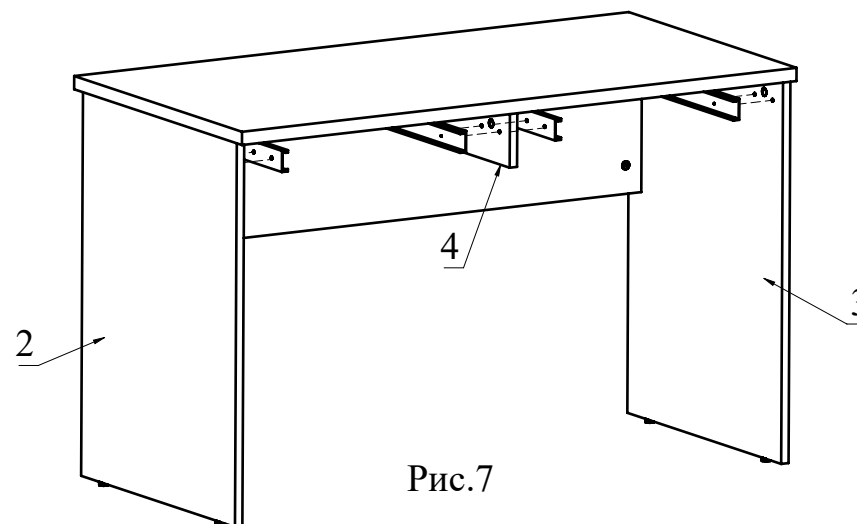

Рис.7
7. Отсоедините от основания телескопических направляющих внутренние планки, отогнув пластиковый рычажок фиксатора (Рис. 6). Основания телескопических направляющих закрепите на деталях 2, 3 и детали 4 (с двух сторон) винтами М5х8 (Рис. 7). !!! Приложите телескопическую часть отверстиями к отверстиям на боковине стола так, чтобы они были отцентрованы относительно друг друга. Вкрутите винты М5х8 с помощью шуруповерта, приложив немного усилий. **Внимание:** винт М5х8 должен заходить с натягом для максимально плотной фиксации телескопических направляющих.